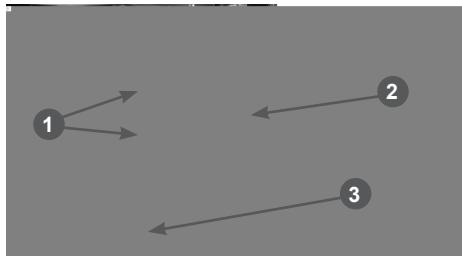

Рис. 11 Крепление оболочки троса включения хода
- закрепите оболочку троса в кронштейне на задней стороне панели, как показано на Рис. 11, и закрутите гайки, не затягивая их.
- При необходимости, отрегулируйте трос с помощью гаек 1 (Рис. 11). После регулировки затяните гайки;